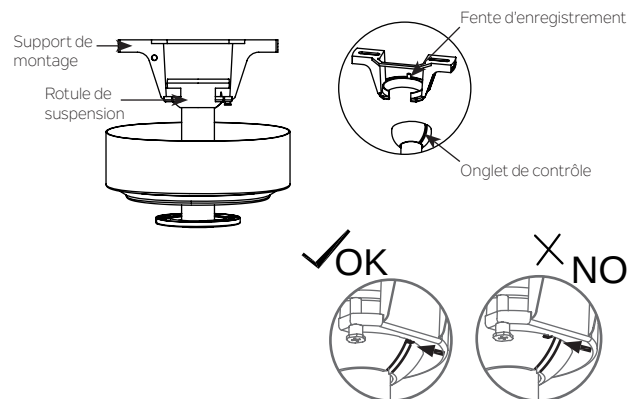

Fig. 12
Étape 7. Soulever maintenant le corps du moteur en position et placer la boule de suspension dans le support de suspension. Tourner jusqu'à ce que la « l'onglet contrôle » tombe dans la « fente d'enregistrement » et s'insère fermement. (Fig.12) Le corps entier du moteur ne doit pas tourner si cela est fait correctement.